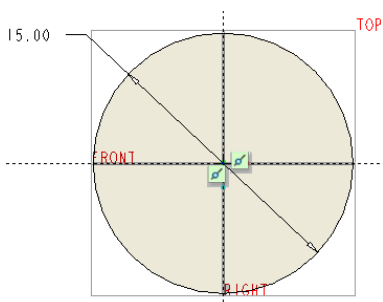
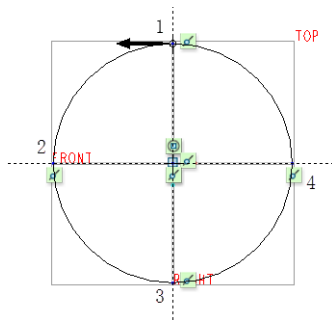

图 1-62 绘制一个圆
图 1-63 分割图元
(3) 打开“截面”面板, 选择“草绘截面”单选按钮, 单击“定义”按钮, 弹出“草绘”对话框, 选择 TOP 基准平面作为草绘平面, 默认草绘方向, 单击“草绘”对话框中的“草绘”按钮, 进入草绘模式。先绘制图 1-62 所示的一个圆, 接着单击 (分割) 按钮并依此在圆周上单击图 1-63 所示的点 1、点 2、点 3 和点 4 以将该圆周分成 4 个部分, 然后单击 (确定) 按钮, 完成混合截面 1 的创建。